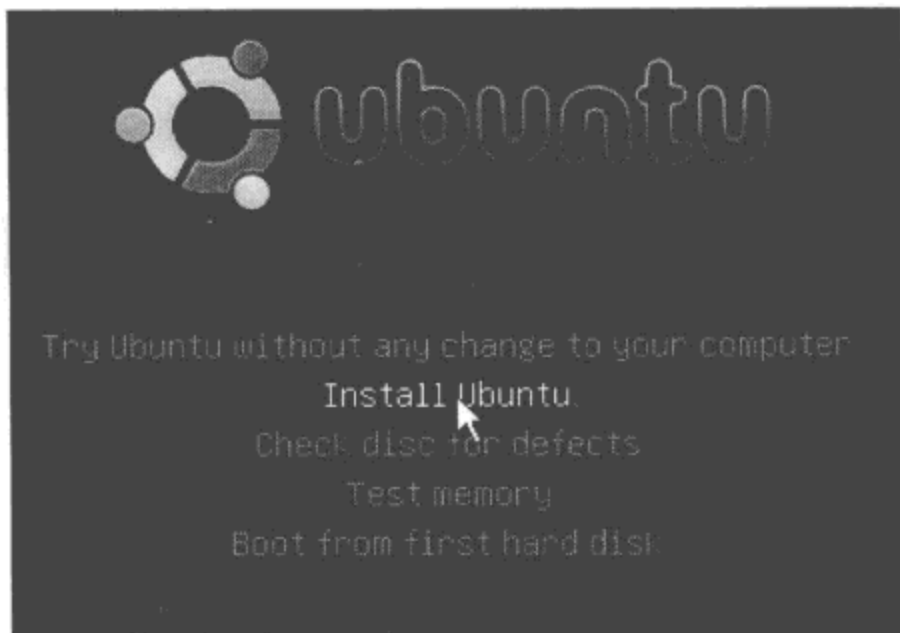

图 4-21 选择安装 ubuntu
(1) 单击 vmware 7.0 的主菜单:VM→power→power on,启动虚拟机。此时虚拟机会从 ubuntu 9.10 的安装光盘启动,进入安装 ubuntu 的界面,如图 4-21 所示。
(2) 在图 4-21 中选择 Install Ubuntu 选项,会进入 ubuntu 安装的图形界面,以后各个步骤中,大多数情况下只需选择“下一步”即可。